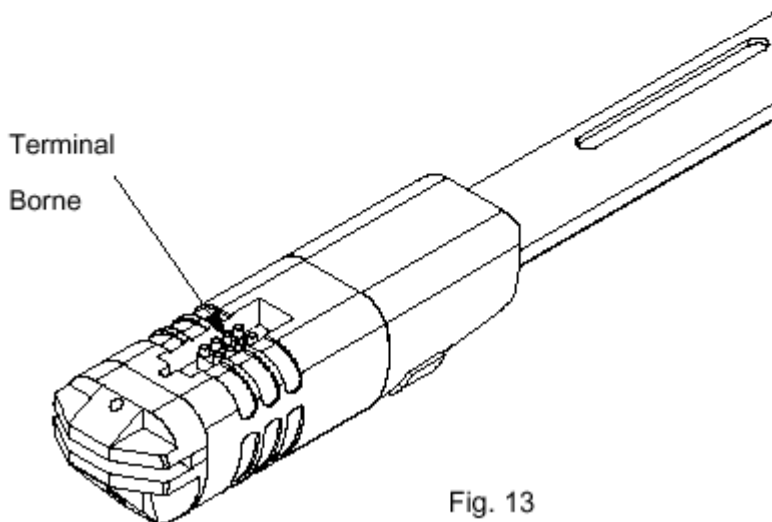

Fig. 13
1. Connect up to the terminal of Fig. 13 with a wire whose cross section should at least be equal to 1.5 mm2 checking motor rotation direction and remembering that:
1. Conectarse al borne de la Fig. 13 con cables que tengan una sección de al menos 1.5 mm2 comprobando el sentido de rotación del motor, recordando que: